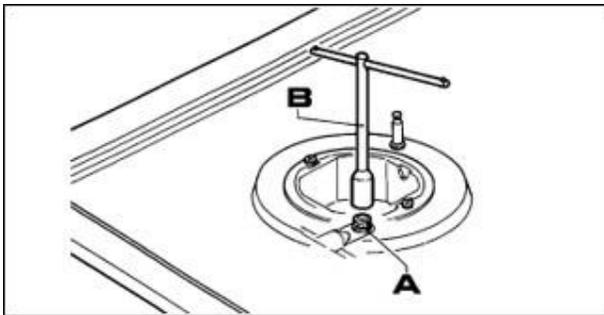

Fig. 7
- « B » pour dévisser la buse « A » (voir fig. 7) puis remplacez-la par une buse correspondante au gaz utilisé.